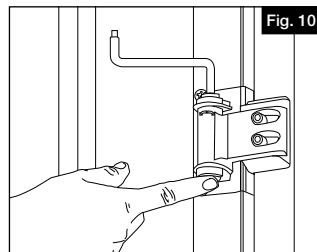

Fig. 10
- a. Enlever le couvercle des charnières. Placer la clé Allen dans la tête de la goupille de réglage de tension dans la charnière. La tête se trouve à l'extrémité la plus proche des symboles + et - sur le barillet des charnières (Fig. 10).
- b. Tout en maintenant la goupille de réglage de tension avec la clé Allen, enfoncer l'extrémité opposée de la goupille dans le barillet de la charnière (Fig. 10). La tête de la goupille sortira alors du barillet de la charnière.